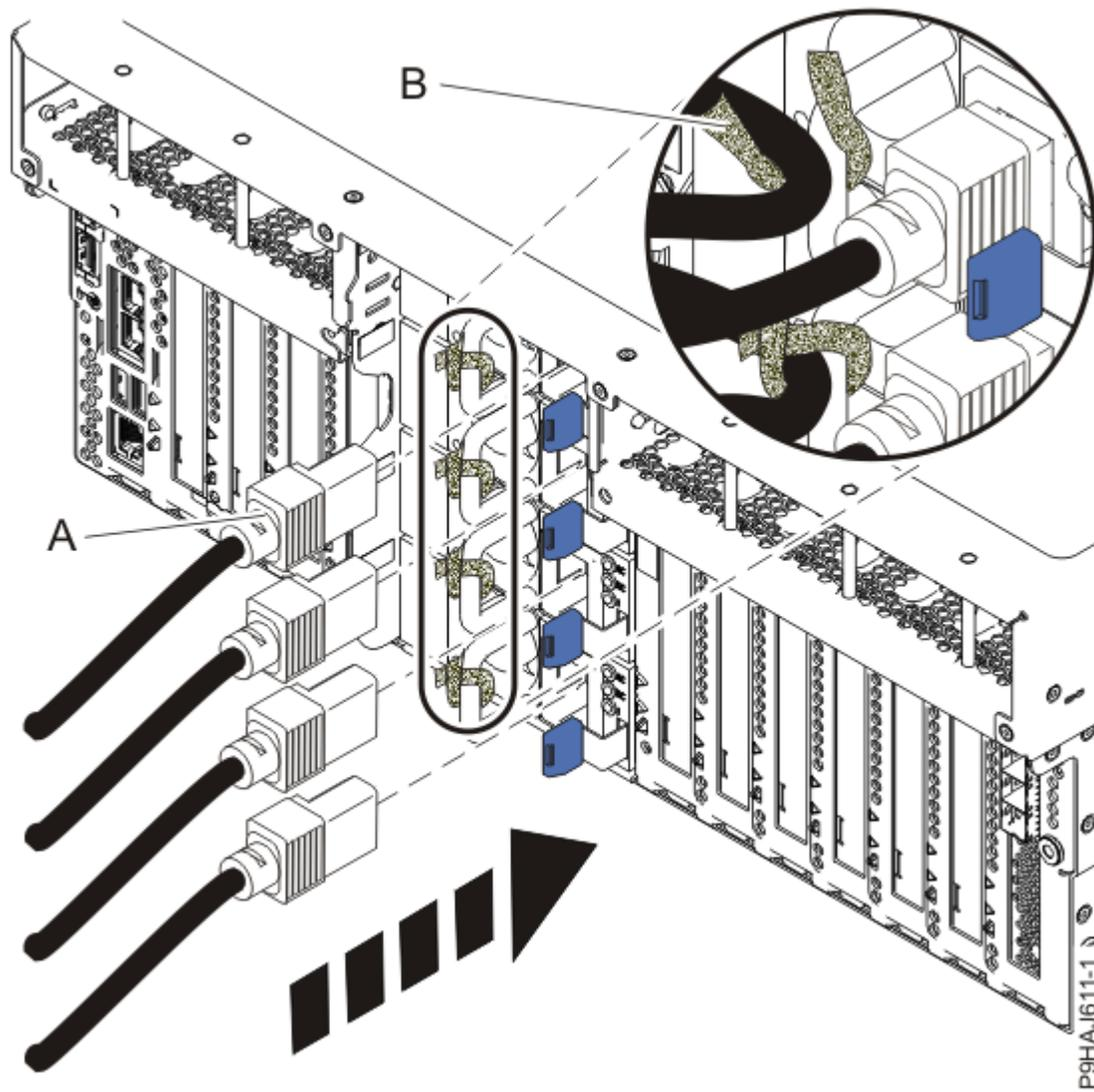
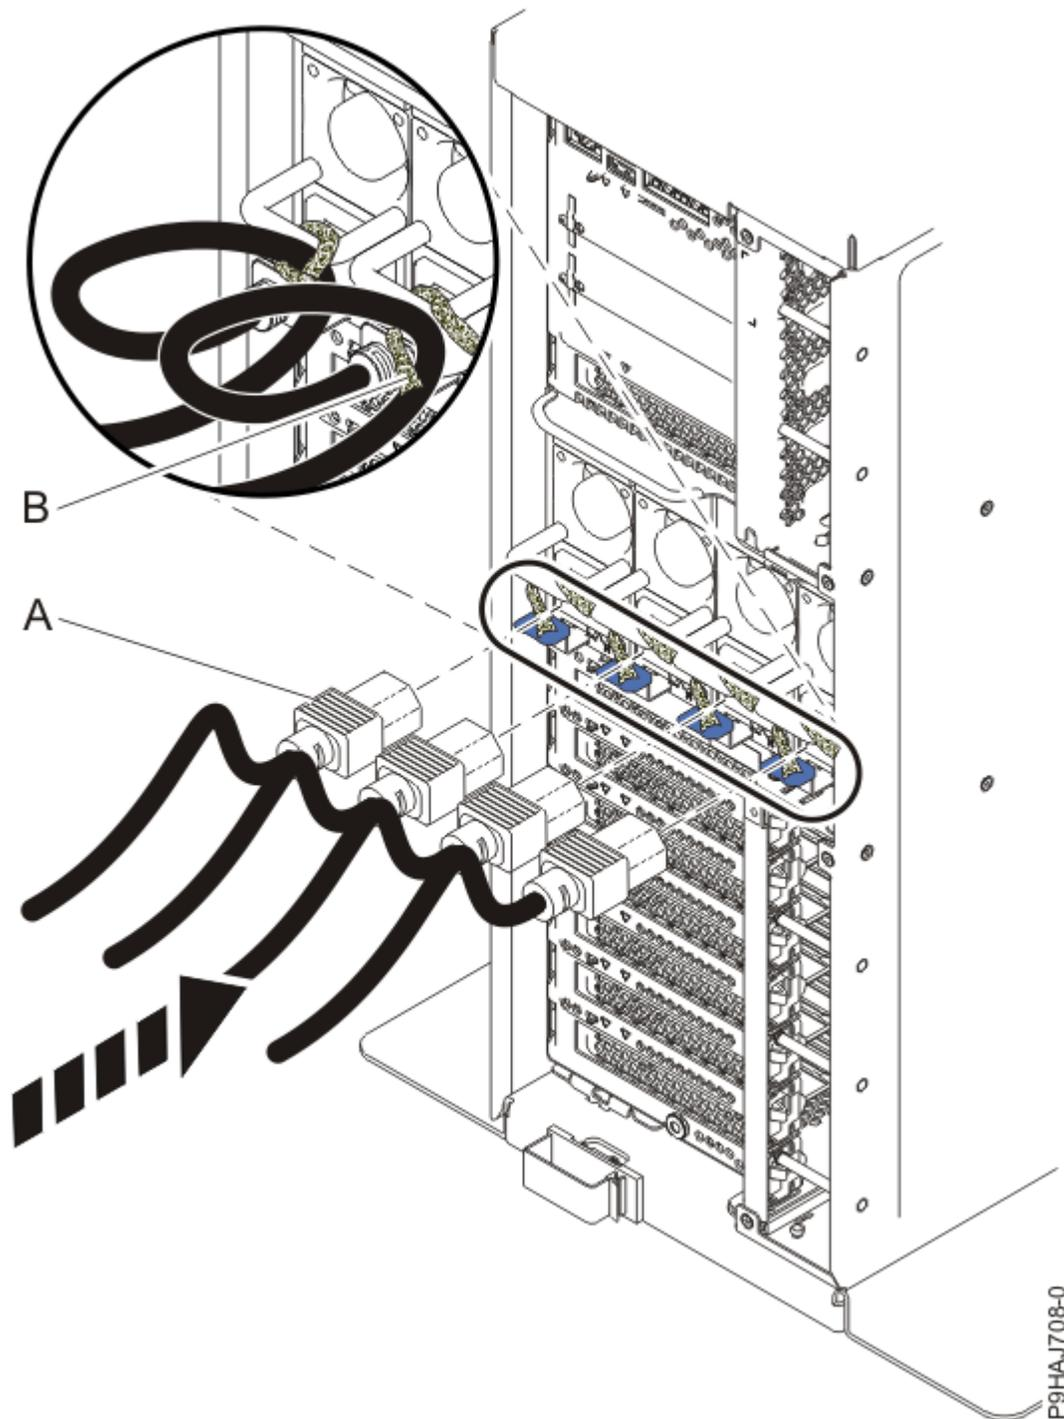

Figura 23. Conectando os cabos de energia a um sistema montado em rack
Figura 24. Conectando os cabos de energia a um sistema independente
5. Usando seus rótulos, reconecte os cabos de energia (**A**) à unidade de sistema. Prenda os cabos de energia (**A**) ao sistema usando as fitas de velcro (**B**), como mostrado na Figura 23 na página 27 ou Figura 24 na página 28.